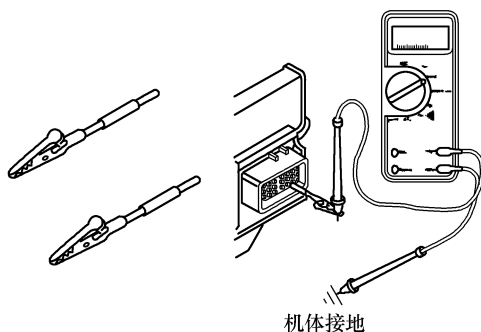

图 4-14 一支表笔接触待测
② 一支表笔接触待测导线, 另一支表笔接触机体或回路触针, 如图 4-14 所示。